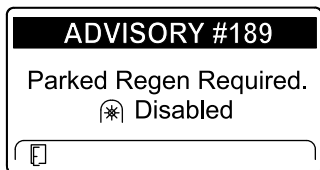

Рисунок 47
- Если вы не выполните стационарную регенерацию в течение 2 часов, дисплей инфо-центра отобразит сообщение «Требуется стационарная регенерация — вал отбора мощности выключен» — ИНФОРМАЦИОННОЕ СООБЩЕНИЕ № 189 (Рисунок 47).